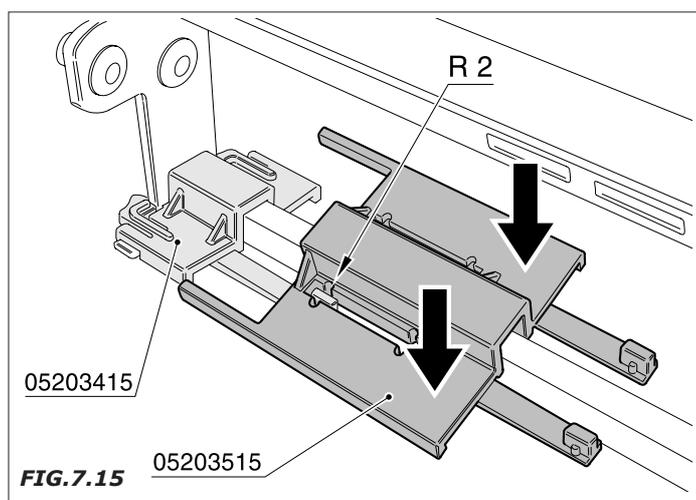

FIG.7.15
- Apoyen el detalle 05203515 según lo indicado en la figura y hagan coincidir la referencia R2 con el trinquete ref. N1 del detalle 05203415 (*Fig. 7.15*). Empujen con fuerza, en los dos lados, hacia abajo según lo indicado por las flechas hasta el encastre completo.